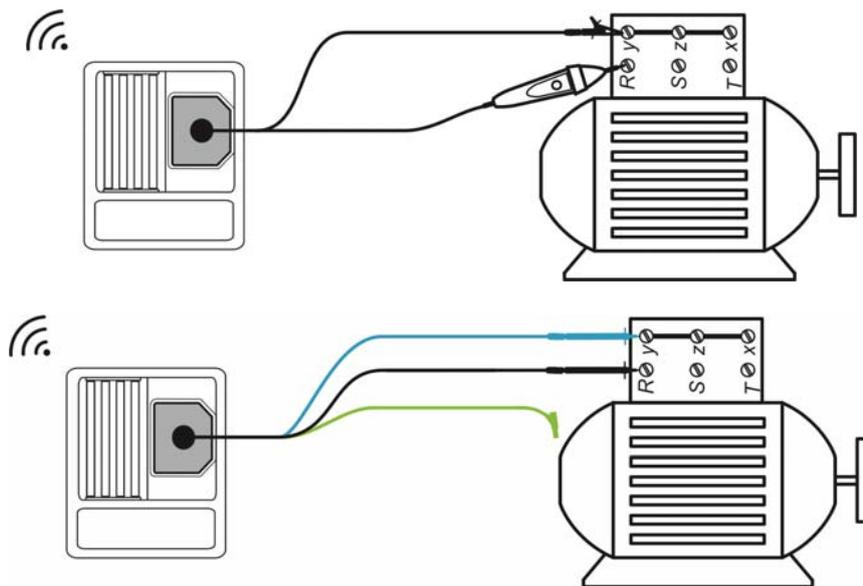

Abbildung 5.11: Anlegen der Commander-Prüfspitze und der Dreileiter-Prüfleitung
- ❑ **Schließen** Sie die Prüflinien an das zu prüfende Objekt **an** (siehe *Abbildung 5.11*).